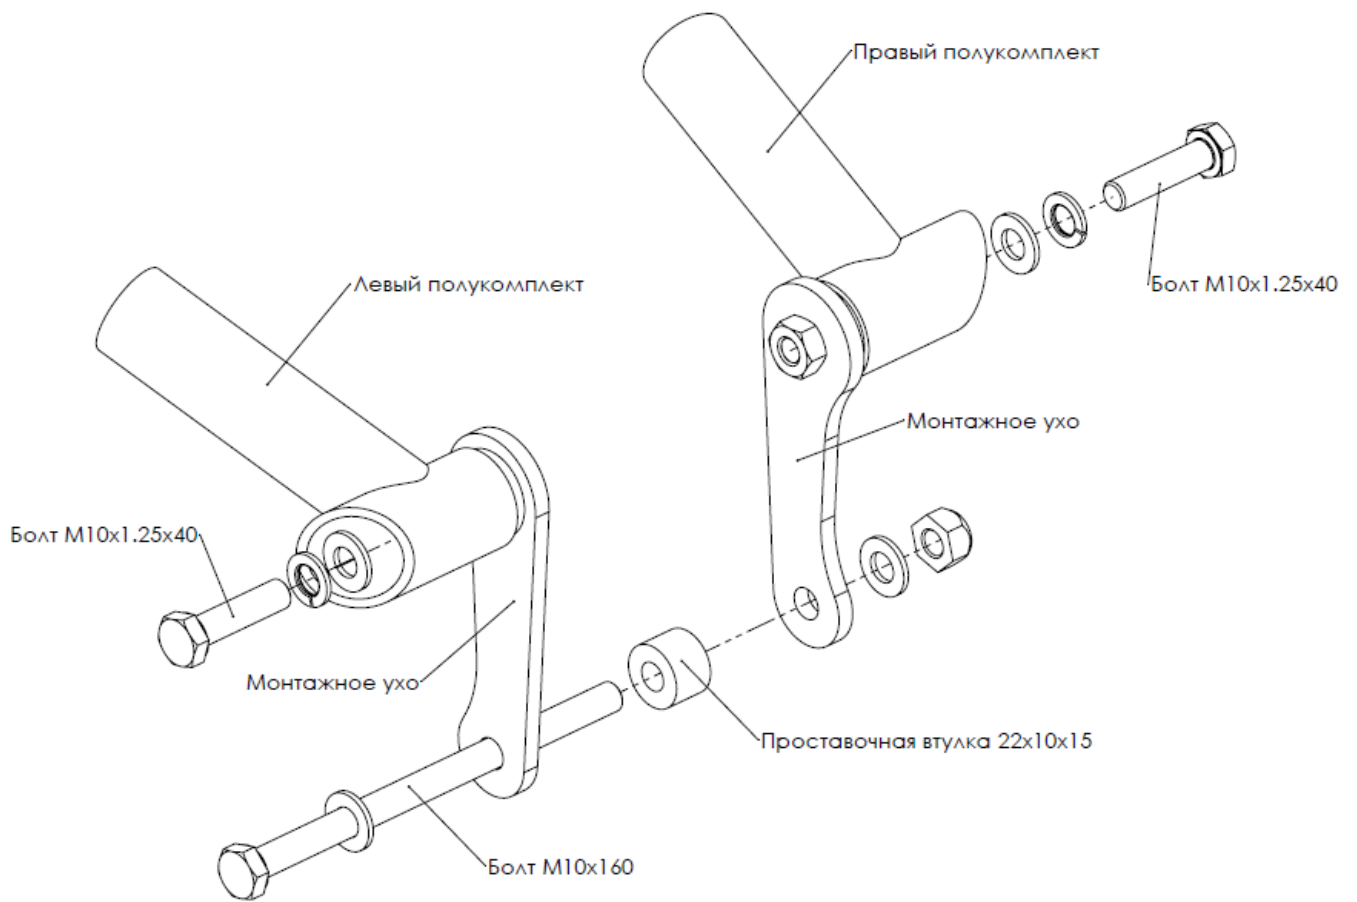

Рис.3. Схематичное отображение точки №2
*Обращаем внимание, что необходимо становить проставочную втулку для левого уха (см. рис.3).*